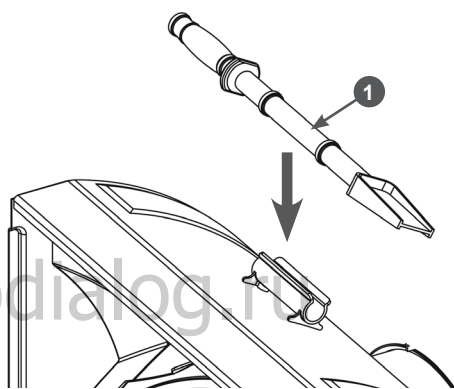

Рис. 37 Расположение лопатки для очистки
3. Для очистки всегда используйте специальную лопатку, а не руки. Лопатка 1 прикреплена к верхней части кожуха шнеков (Рис. 37).